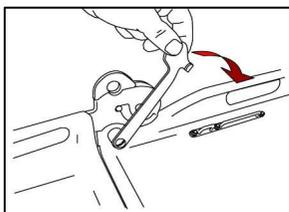

Figure 18
- Rabaisser et bloquer le levier de verrouillage, selon les étapes des figures 18 à 20 suivantes :